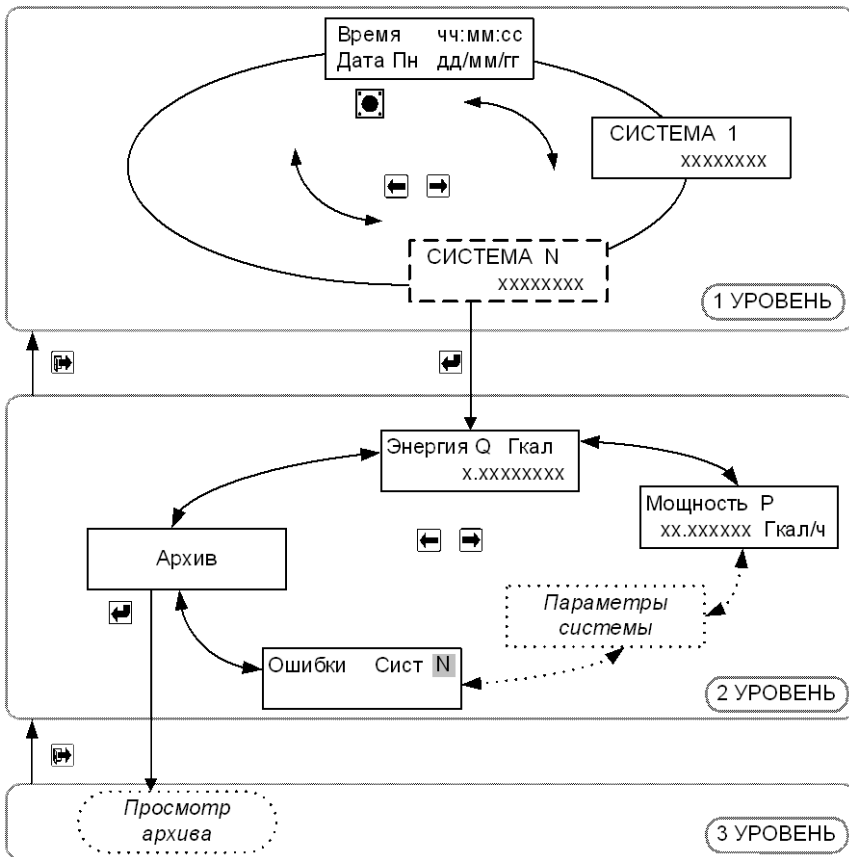

Рис. 7.2
7.3.4 Порядок перехода между окнами режима «Рабочий» изображён на рис. 7.2.
Рис. 7.2а